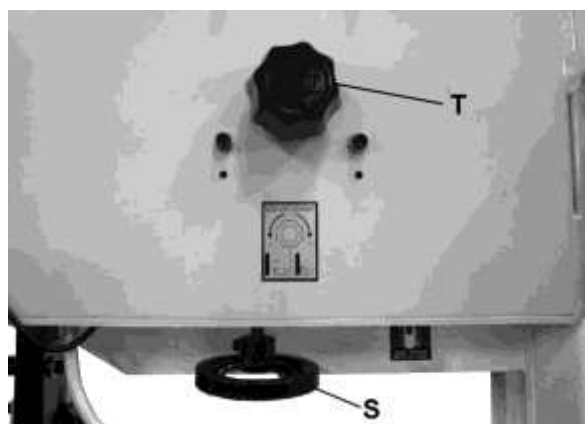

Рис. 5.
**Маховик натяжения ленточного полотна (S, Рис. 5)** – находится на нижней поверхности верхней рамы. Для натяжения полотна поворачивайте маховик по часовой стрелке; для ослабления – против часовой стрелки.
**Ручка регулировки хода полотна (Т, Рис. 5)** – находится с обратной стороны станка в его верхней части. Чтобы сдвинуть полотно к передней стороне шкива, поворачивайте ручку по часовой стрелке. Чтобы сдвинуть полотно к задней стороне шкива, поворачивайте ручку против часовой стрелки.